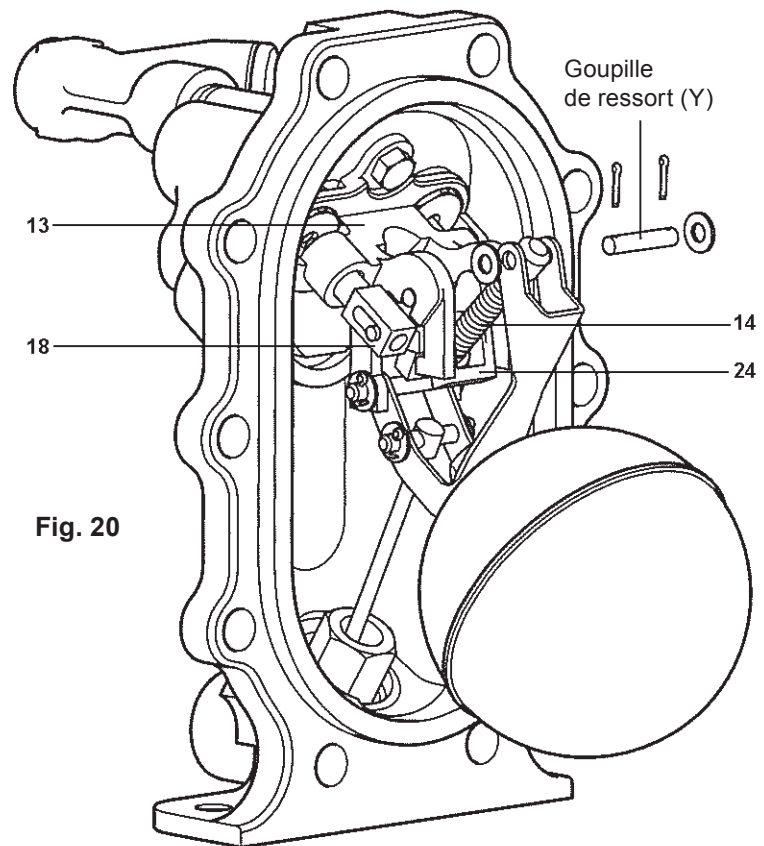

Fig. 20
3. Retirer avec précaution la goupille fendue et la rondelle de la goupille de ressort (Y) (Fig. 20).